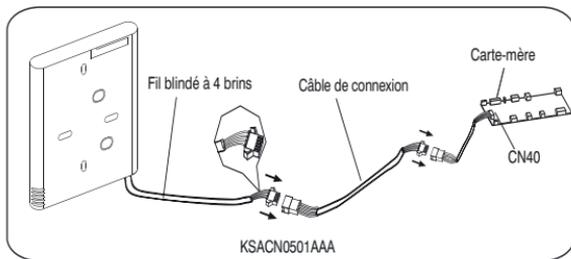

Figure 4 – Installation de l’outil KSACN0501AAA
1. Raccordez le joint femelle du groupe de fils à partir de la carte-mère avec le joint masculin du groupe de fils de connexion (voir fig. 4).
2. Raccordez l’autre côté du groupe de fils de connexion avec le joint masculin du groupe de fils de la télécommande filaire (voir fig. 4).